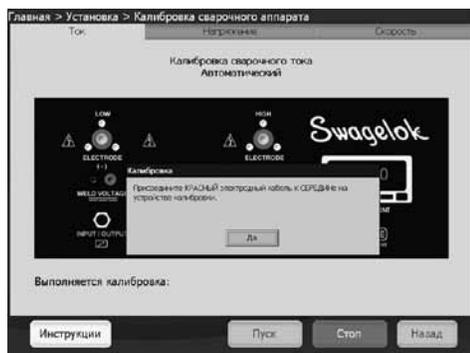

Рис. 5 — указания на экране
4. Следуйте указаниям на экране, чтобы выполнить калибровку тока. Рис. 5.